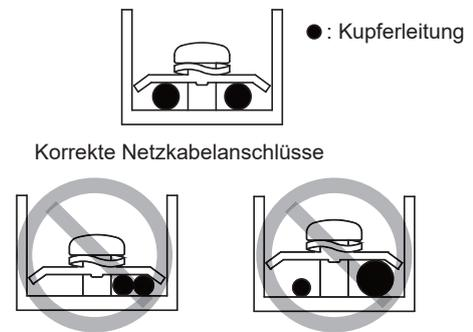

Abbildung 9.2
- Schließen Sie nicht zwei Netzkabel mit unterschiedlichen Durchmessern an dieselbe Stromversorgungsklemme an (dies kann zu einer Überhitzung der Kabel aufgrund einer losen Verkabelung führen) (siehe Abbildung 9.2).